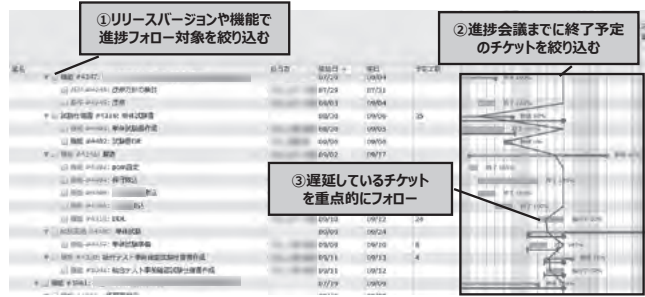

図4. 進捗会議での使用例
実際のプロジェクト進捗会議では、リリースバージョンや機能でチケットを絞り込み(図4の①)、さらに終了予定日を過ぎていないチケットのみに絞り込む(図4の②)ことで、遅延のあるチケットに着目したフォローが容易になった。(図4の③)